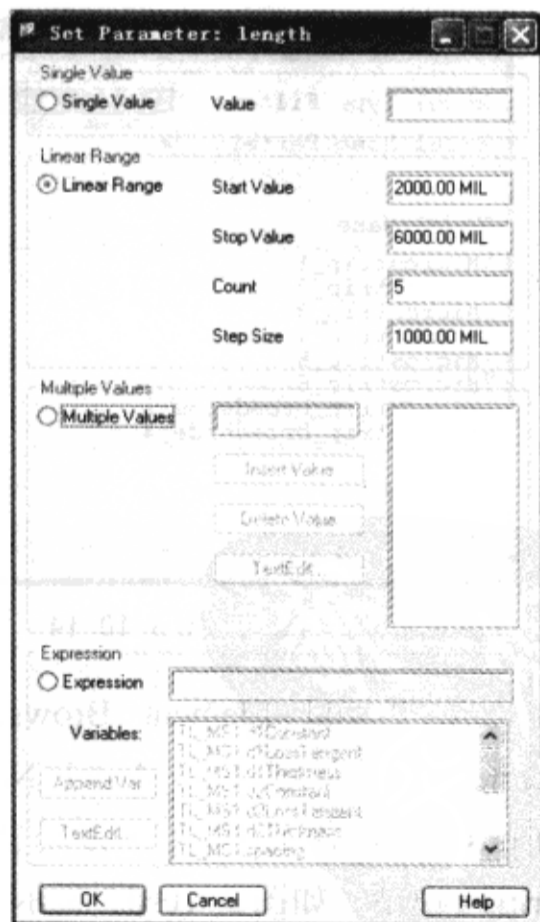

图 3-10-12 设置长度值
(5) 选中“Set Parameter: length”窗口的“Linear Range”单选按钮→在“Stop Value”栏输入“6000”并按“Tab”键；在“Start Value”栏输入“2000”并按“Tab”键；在“Count”区域输入“5”并按“Tab”键；注意“Step Size”区域，使用这些值，仿真将以1000mil增量运行，如图3-10-12所示。